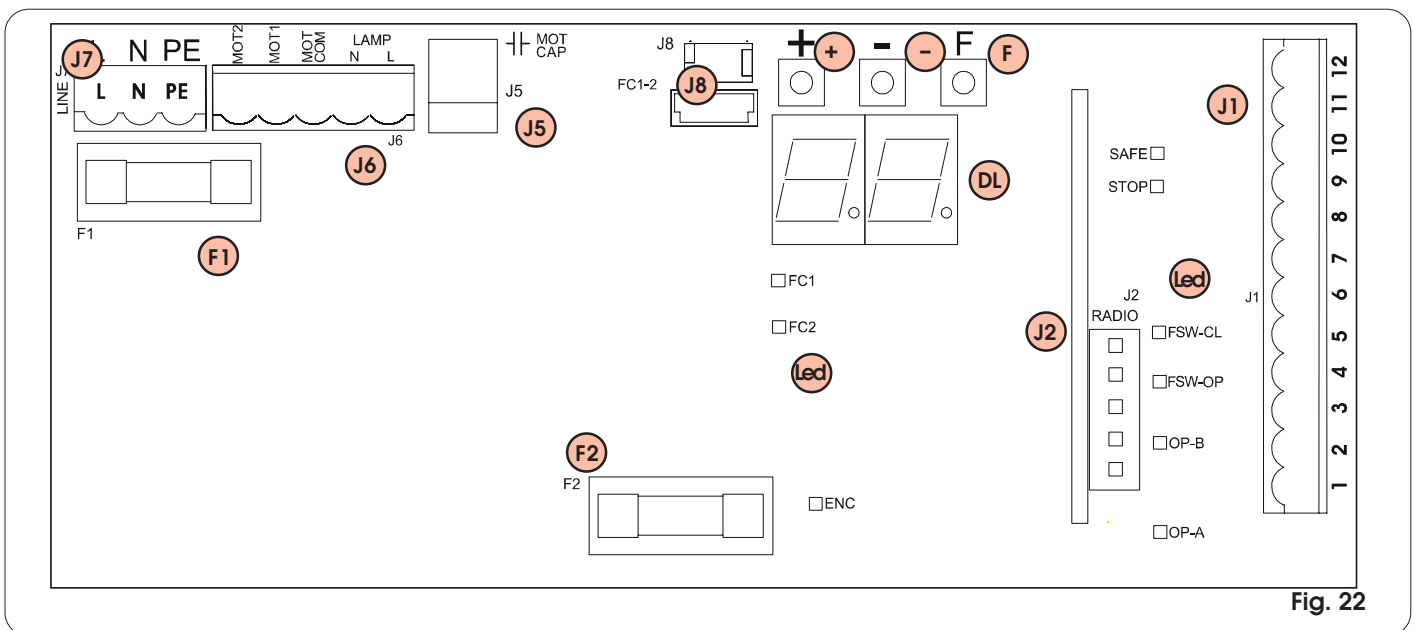

Fig. 22
- Conecte el cable de tierra al correspondiente borne situado en el conector J7 de la tarjeta y al casquillo sobre el operador (fig. 22 y 40).
| Fusibles de protección                | Nº 2 (véase fig. 22 y pár. 5.3)  |